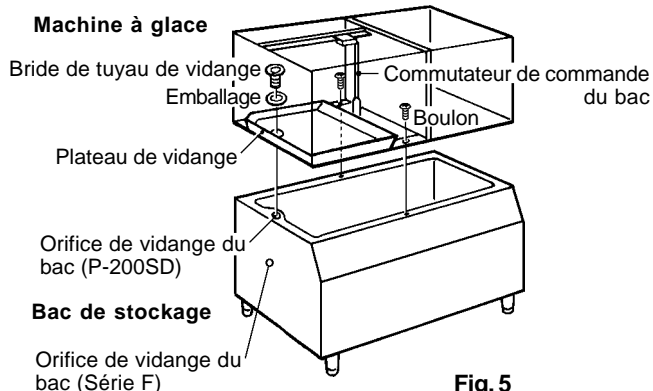

Fig. 5
- 5) Placez la machine à glace au-dessus du bac de stockage en veillant à ne pas endommager le cadre de la machine et le commutateur de commande du bac. Voir Fig. 5.
- 6) Fixez la machine à glace en vissant les deux boulons fournis. Voir Fig. 5.
- 7) Alignez l'orifice de vidange du bac de stockage à l'orifice du plateau de vidange. Insérez l'emballage (accessoire du bac) et serrez la bride du tuyau de vidange (accessoire du bac). Voir Fig. 5.